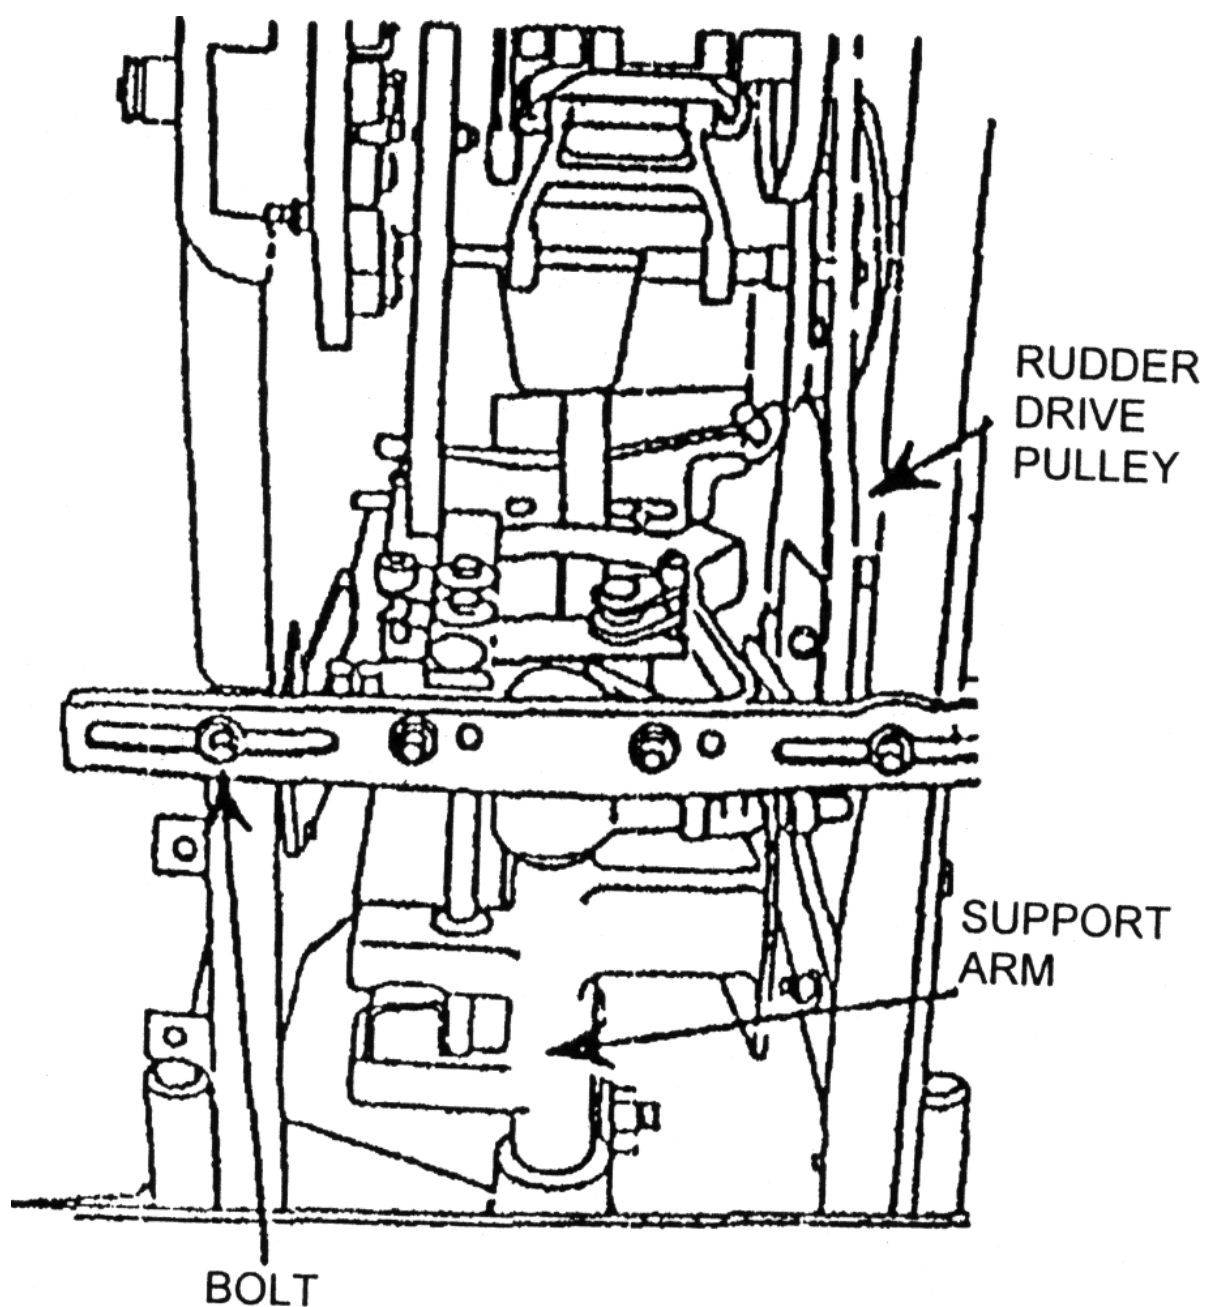

Рисунок 28
1. Опора сенсорного устройства подъемника шара должна располагаться по центру между боковыми пластинами. Замерьте расстояния линейкой (рис. 28).
3. Снимите пружину с устройства натяжения ремня и снимите ремень с ведущего шкива (рис.28).